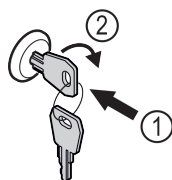

Fig. 160 Représentation à titre d'exemple
- Insérer la clé Fig. 160 (1).
- Tourner la clé à 90° dans le sens horaire Fig. 160 (2).